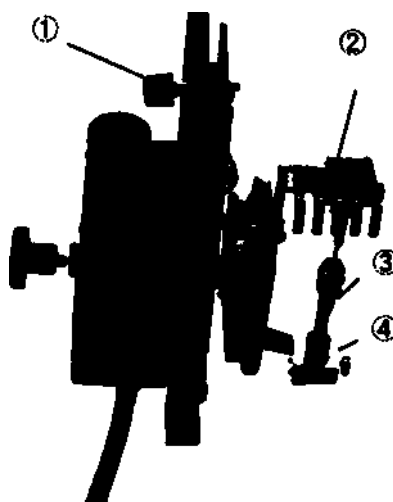

Рис. 15
3. Надежно присоедините полюс “+” соответствующей ртутной лампы (рис.15 ③) к верхнему разъему (рис.15 ④), а полюс “-” к нижнему разъему (рис.15 ②). Вставьте лампу более толстым контактом вниз, закрепите винты.